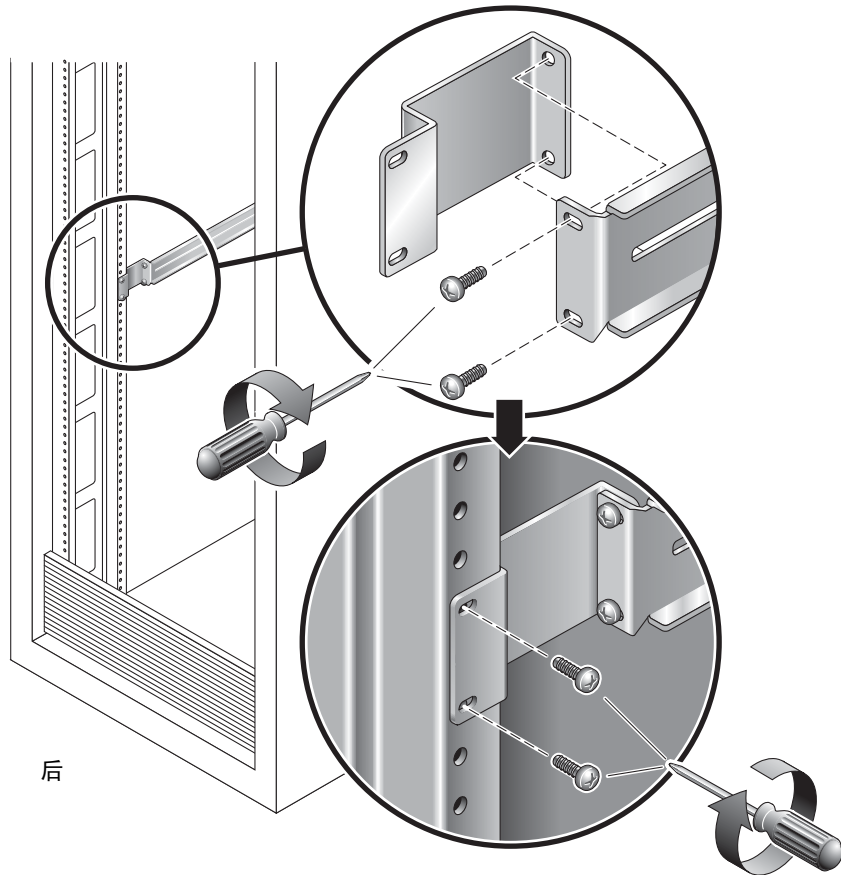

图 2-5 使用扩展托架
- 如果机架的深度超过 29.0 英寸（737 毫米），请使用 M6 螺钉将扩展托架连接到每个滑轨的后部。请参见图 2-5 上方所示的详图。
- 如果滑轨足够长，您可能无需扩展托架。如果机架要求从侧面安装滑轨的末端（如图 2-5 下方细节所示），您可以使用扩展托架。